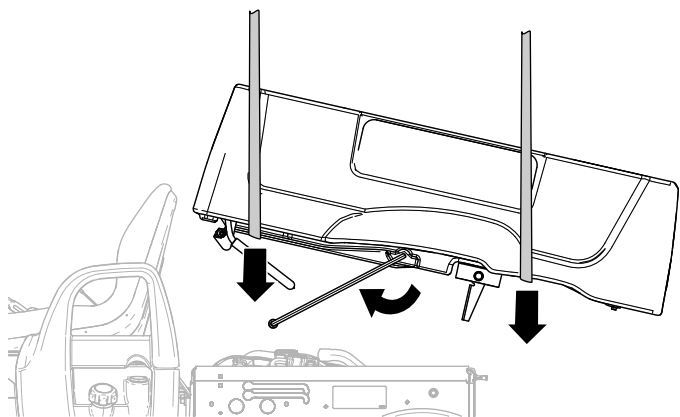
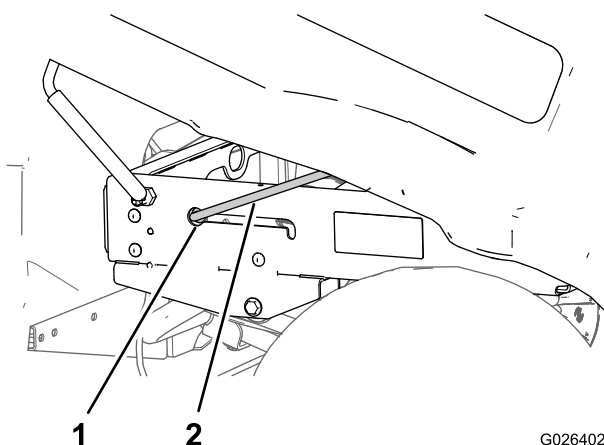

Figura 13
Figura 14
1. Rode a plataforma de carga para que o conjunto de suporte da dobradiça e a barra de apoio estejam voltados para baixo (Figura 13).
2. Utilize um equipamento de elevação à frente e atrás da plataforma de carga, eleve a plataforma de carga e alinhe-a sobre a estrutura da máquina com o conjunto do suporte da dobradiça virado para trás (Figura 13).
3. Ajuste a altura e a posição do equipamento de elevação para que a parte mais curta da barra de apoio esteja alinhada com a ranhura do entalhe na extremidade da ranhura da barra de apoio, no canal da estrutura esquerda ou no suporte da barra de apoio (Figura 13).
4. Incline a barra de apoio para a frente e insira a parte mais curta através da ranhura do entalhe (Figura 13 e Figura 14).
5. Mova a plataforma de carga e a barra de apoio para trás até que o conjunto do suporte da dobradiça fique alinhado com o canal da estrutura traseira (Figura 14).